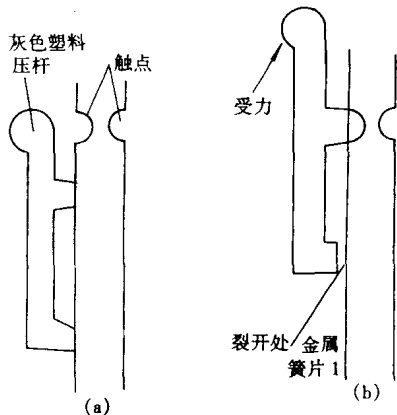

图 80
2. 检查带仓 B 放音系统的前端电路。经仔细检查这部分电路中的各元件, 结果发现, 走带机构的静噪接点 SA31 应该接触时不接触, 呈图 80(b) 所示的形状, 两金属簧片未接触上。究其原因, 主要是金属簧片 1〔见图 80(b) 所注〕与塑料压杆相接处开裂所致。将开裂处用 502 胶水粘牢后, 试机, 带仓 B 录、放音恢复正常, 故障排除。
小结:正常情况下,静噪接点 SA31 的外形如图 80(a)所示,2 个金属簧片在未按下放音键时是张开的,按下放音键后,电机转动,并通过传动机构推动灰色塑料压杆向右动作(从机芯后面向前看),而此塑料压杆与左
侧金属簧片是粘接在一起的,通过此压杆的动作就可将两个簧片牢牢地压在一起(需要说明:压杆的启动比起电视的启动要延迟一个短暂的时间(ΔT),以使电机刚刚启动而转速尚不正常时不送出声音,即静噪,否则此刻通过磁带传动会送出不正常的叫声或音调)。在塑料杆和金属簧片粘接完好的情况下,两者可同时动作。由于塑料压杆与金属簧片间粘接处开裂,致使两簧片的下方张开(见图 80(b)所示),加之,塑料本身也有一定的弯曲能力,致使在靠近上方粘接处会出现一定程度的弯曲,从而不能使两簧片压合到一起。以致造成了在收音电路中起收音静噪作用的电子开关(左声道为 VT301 右声道为 VT302)始终处于对地导通状态,从而使收音信号送不出去;同时,由于这个接点(SA31)该接触时未接触,也使在电路中起录音静噪作用的电子开关(左声道为 VT501,右声道为 VT502)始终处于对地导通状态,因而出现不能“录音”现象。